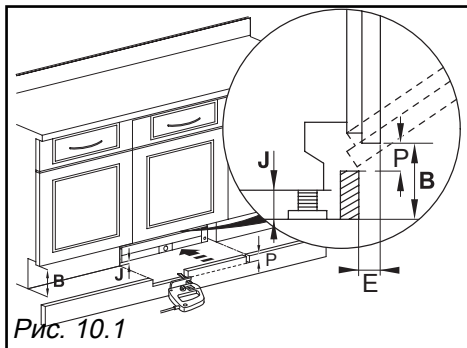

Рис. 10.1
Закрепите цокольную панель, вырезав ее, при необходимости, в соответствии с Размером **Р** (см. таблицу и Рис. 10.1)
- Замеряйте глубину установки **Е** цокольной панели (Рис. 10.1) между цокольной панелью и передней стенкой шкафа. Возьмите значение **Р** из таблицы, получаемое в результате **Е** и **В - Ж** (напр., если **Е = 100**, а **В - Ж = 140**, тогда **Р = 23**).